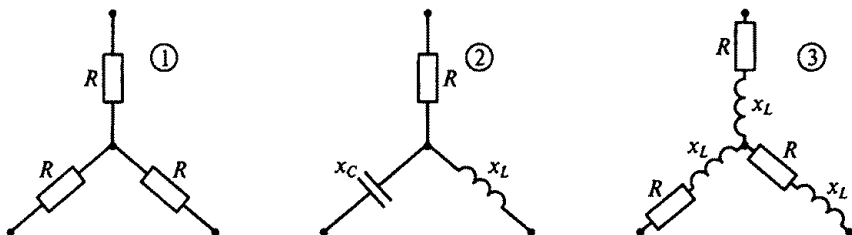

Рис. 135
3.131. В какой из трех схем, показанных на рис. 135, нагрузка является несимметричной?